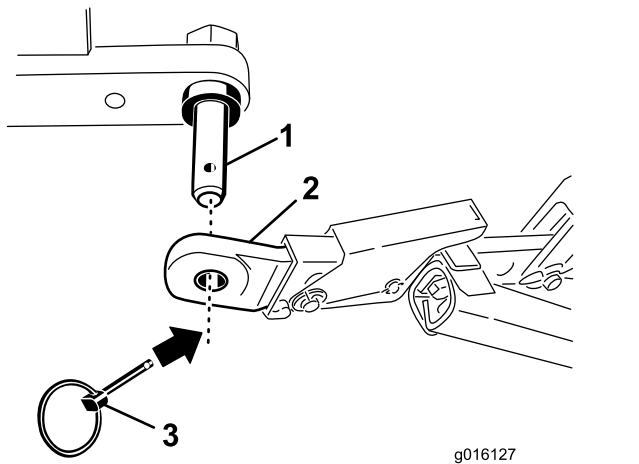

Figure 3
4. Fixez les bras d'attelage inférieurs aux goupilles de montage de l'aérateur avec des goupilles à anneau (Figure 3).